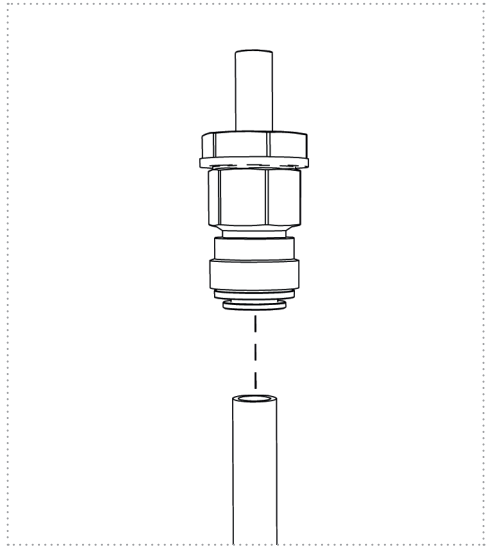

Figure 9b
**Remarque :** Pour l'utilisation de l'« adaptateur de raccordement eau 12 ou 15mm » avec système enfichable pour par ex. UniQuick u. Whale System (non inclus dans le contenu de la livraison), respectez la figure 9b.